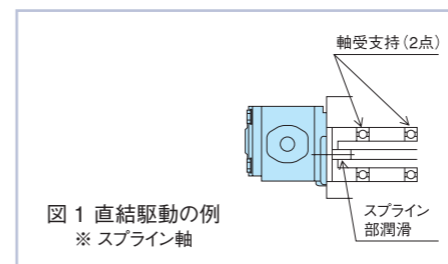

図1 直結駆動の例
- ① 直結駆動・・・ラジアル方向のフレキシビリティが得られない場合はスプライン軸をご使用ください(下図1参照)。スプライン部は必ず潤滑し、かつ防じん処理を施してください。なお相手側スプラインは表面硬度:HRC50以上 表面アラサ:3.2a以下を推奨します。